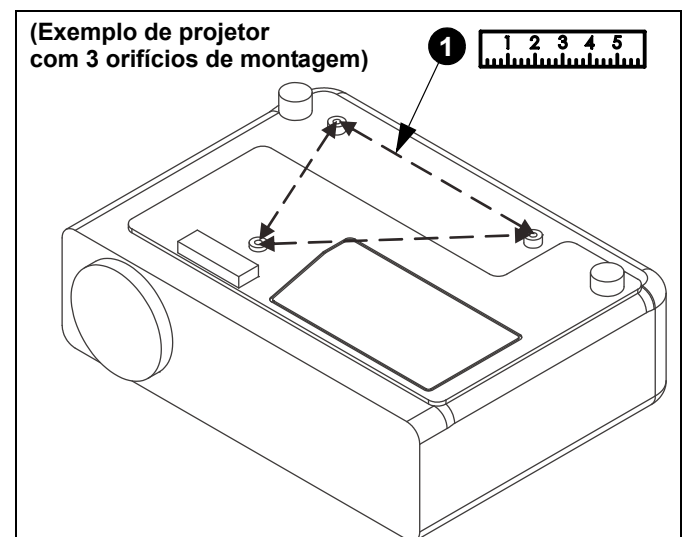

Figura 11
1. Determine a distância entre os orifícios de montagem no projetor. (Consulte a Figura 11)